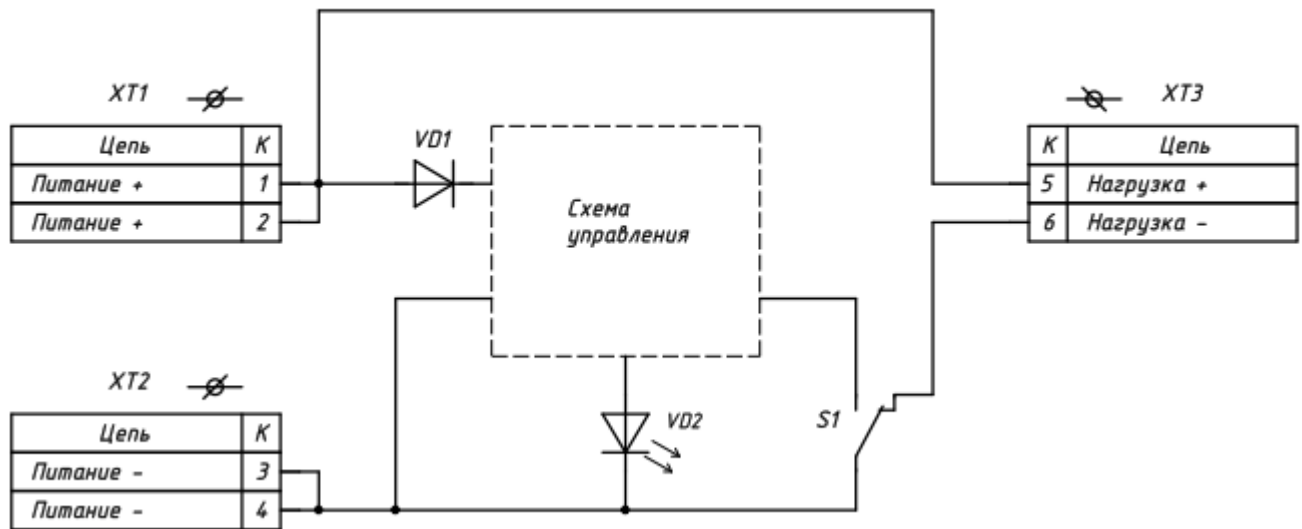

Рис.3
- подключить два медных провода кабеля ИП к контактам «1» и «3» (рис. 3), соблюдая полярность;